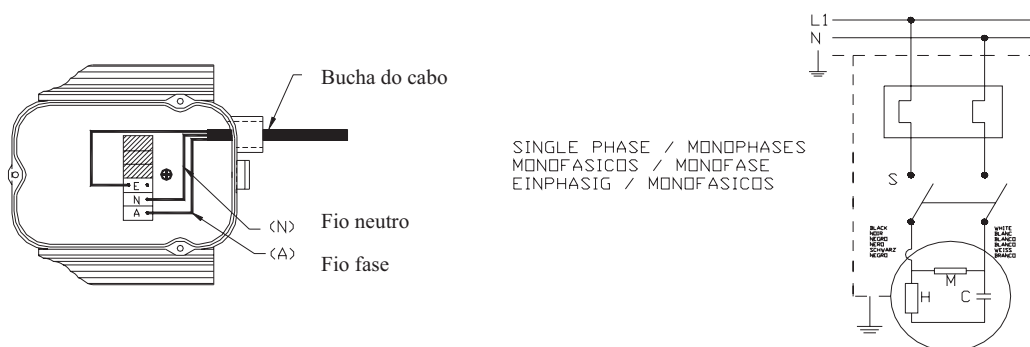

Fig. 1
- Todas as bombas são equipadas com uma base com dois furos para prendê-las ao chão. (Fig 1).